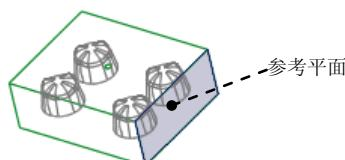

图 28.12 定义草绘平面
Step5. 选择草绘平面。在系统 **选择或创建一个草绘平面** 的提示下，选择 **MAIN_PARTING_PLN** 基准平面为草绘平面。接受系统默认的草绘的方向，在 **DIRECTION (方向)** 菜单中选择 **Okay (确定)** 命令；在 **SKET VIEW (草绘视图)** 菜单中选择 **Right (右)** 命令，选取图 28.12 所示的坯料表面为参考平面。